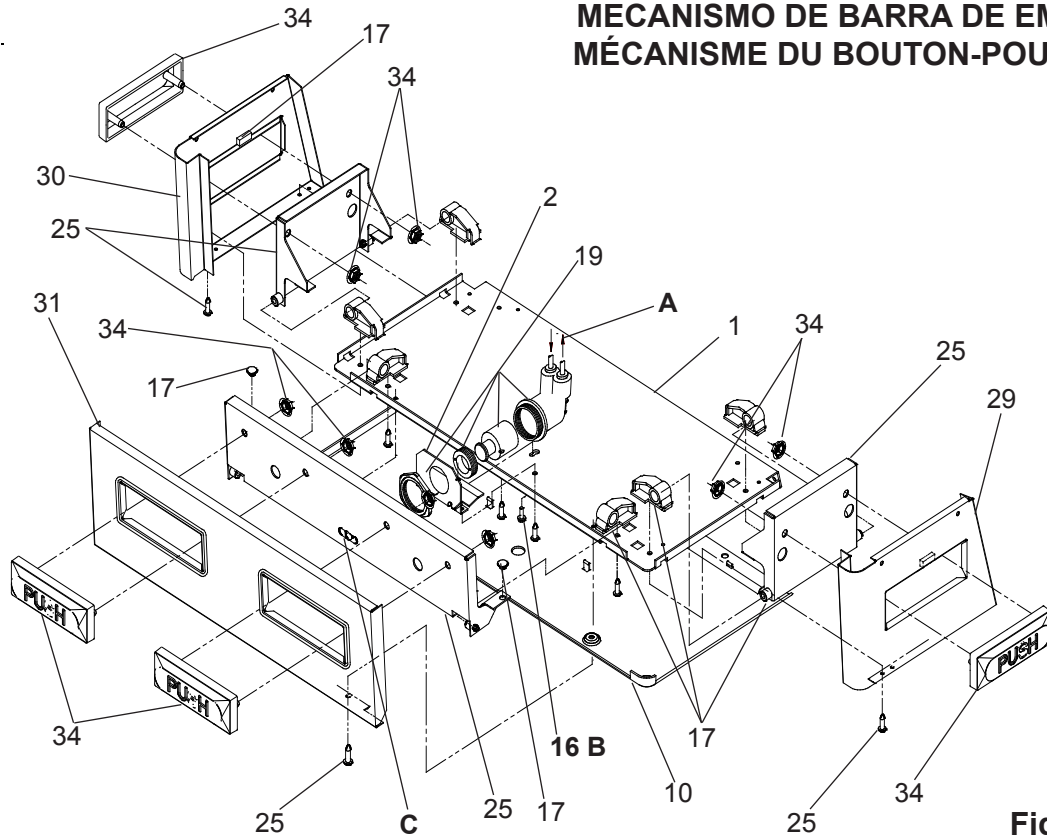

Fig. 4
See Fig. 4 for Push Bar Mechanism
Vea la Fig. 4 para el Mecanismo de la Barra de Empuje
Voir Fig. 4 pour le Mechanisme de Barre-poussoir
- 8) Stream height is factory set for 45-50 PSI supply. If supply pressure varies greatly from this, adjust screw, accessible by removing front push panel (Item 35, Fig. 4). CW adjustment will raise stream and CCW adjustment will lower stream. For best adjustment, stream should hit basin approximately 6-1/2" (165mm) from bubbler.
- 9) Replace the front panel and secure by retightening four (4) screws.
- 8) Hauteur de flux est réglé en usine pour la fourniture de 45 à 50 lb/po². Si la pression varie beaucoup de ce point, ajustez la vis que l'on peut atteindre en retirant le panneau avant (article 31, fig. 4). Si vous ajustez dans le sens des aiguilles d'une montre, le jet augmentera et dans le sens contraire, le jet diminuera. Le meilleur ajustement est lorsque le jet frappe le bassin à environ 6-1/2" (165mm) du barboteur.
- 9) Remplacez le panneau avant et fixez le en place en resserrant les quatre (4) vis.